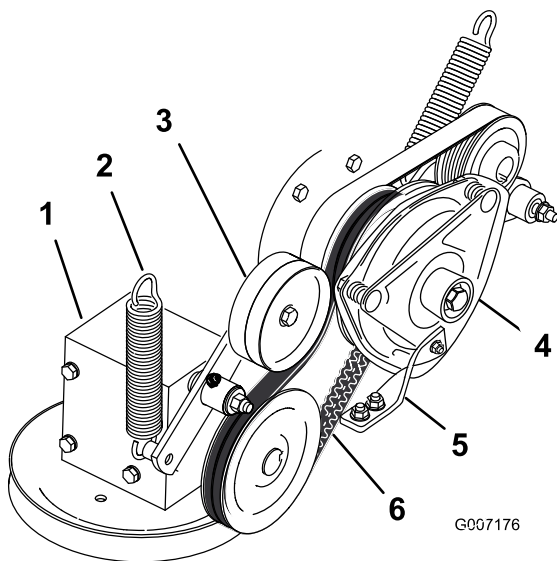

Figura 88
4. Togliete la molla di tensione dal braccio di rinvio (Figura 88).
7. Montate la cinghia di trasmissione della PDF attorno alla puleggia della frizione e la puleggia della scatola ingranaggi (Figura 88).
9. Montate la molla sul braccio di rinvio (Figura 88).